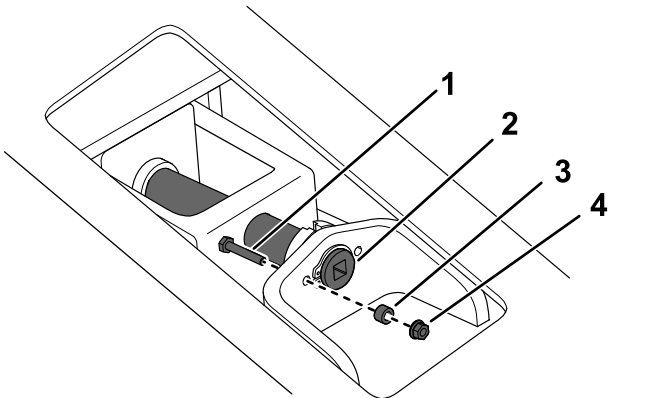
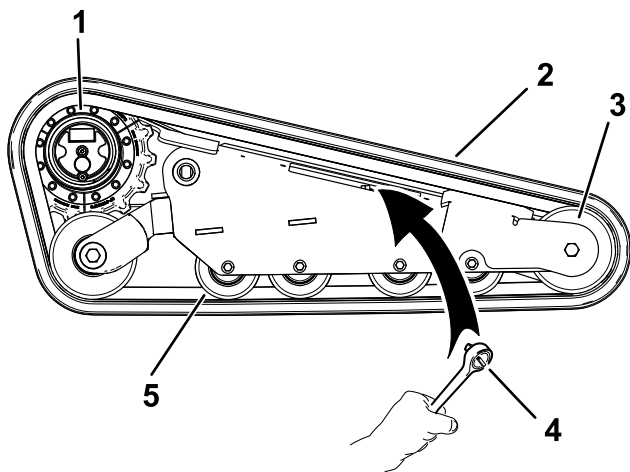

Figura 69
Figura 71
6. Retire el perno de bloqueo, el espaciador y la tuerca (Figura 69).
8. Alinee la muesca más próxima del tornillo tensor con el taladro del perno de bloqueo, y fije el tornillo con el perno de bloqueo y la tuerca (Figura 69).
7. Usando una llave de carraca de 1/2", alivie la tensión en la oruga girando el tornillo tensor en sentido horario (Figura 69 y Figura 71).
- Pase la oruga nueva alrededor de la rueda delantera (Figura 71).
- Empuje la oruga por debajo de y entre las ruedas de rodaje y colóquela alrededor del bastidor (Figura 71).